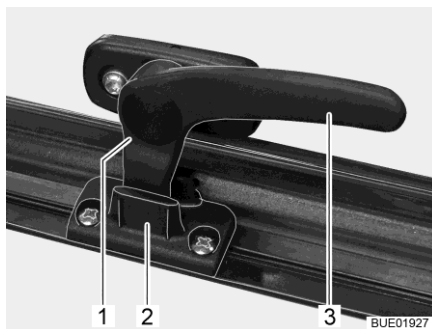

Fig. 21 Leva di serraggio (posizione "Aerazione continua")
- In posizione di "Aerazione continua" (Fig. 21)
- Ruotare la leva di serraggio (Fig. 21,3) di un quarto di giro verso il centro della finestra.
- Ruotare la leva di serraggio di un quarto di giro verso il telaio della finestra. Riportare contemporaneamente il nasello di chiusura (Fig. 21,1) nella rientranza della chiusura della finestra (Fig. 21,2).